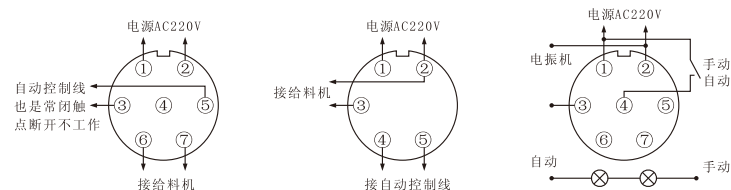

图3
3、如图3所示，控制器采用阻容移相桥触发电路来控制可控硅的导通角，该种线路较为简单，工作可靠，使用元件较少，易于维护，可控硅整流器的导通角在额定工作电流下大约160°左右。在工作中只要旋动一只电位器就能连续均匀远距离的控制给料量。